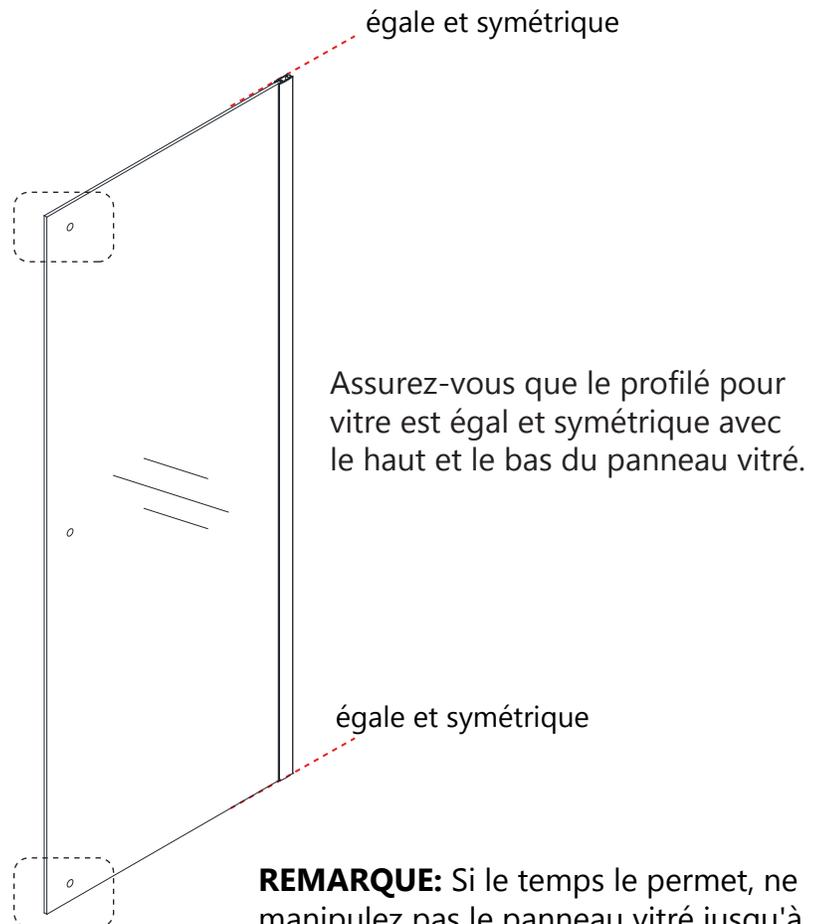

Fig 1b
***REMARQUE:** Les trous (pour la barre de pivot) doivent être positionnés sur la bordure opposée du profilé pour vitre. (**Fig 1b**)